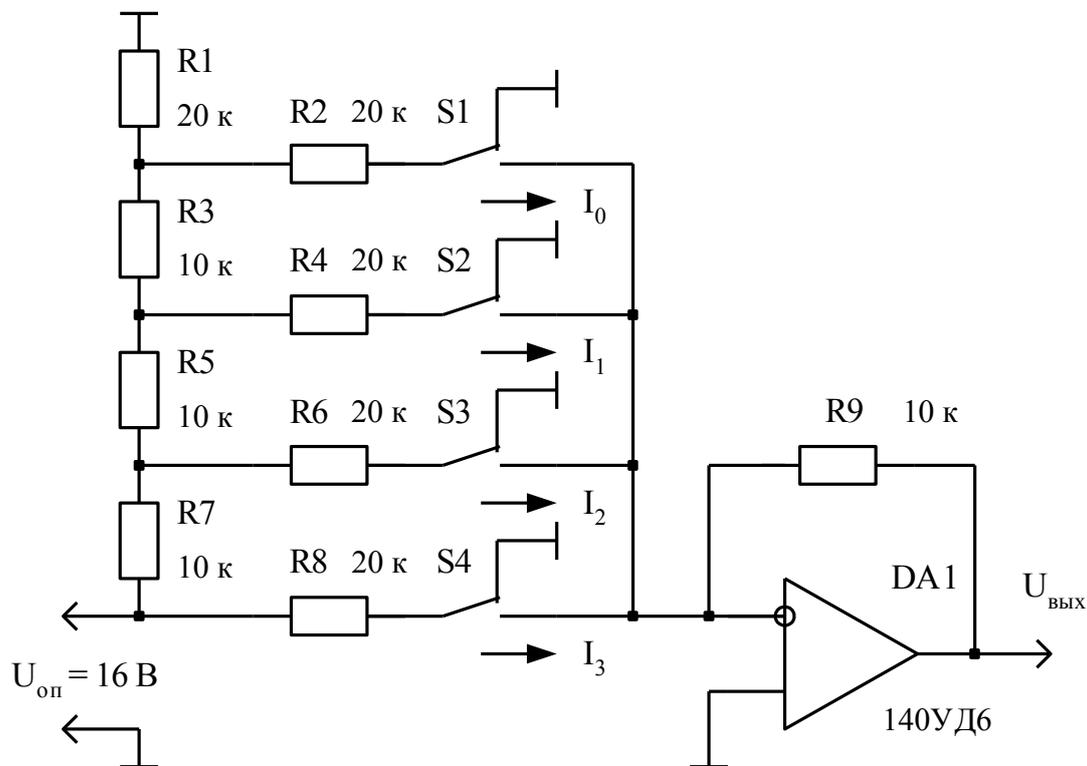

Рис. 5.1. ЦАП с резистивной матрицей  $R-2R$
- резистивная матрица  $R-2R$  (рис.5.1);
Изучить схему 4-х разрядного ЦАП (рис.5.1).